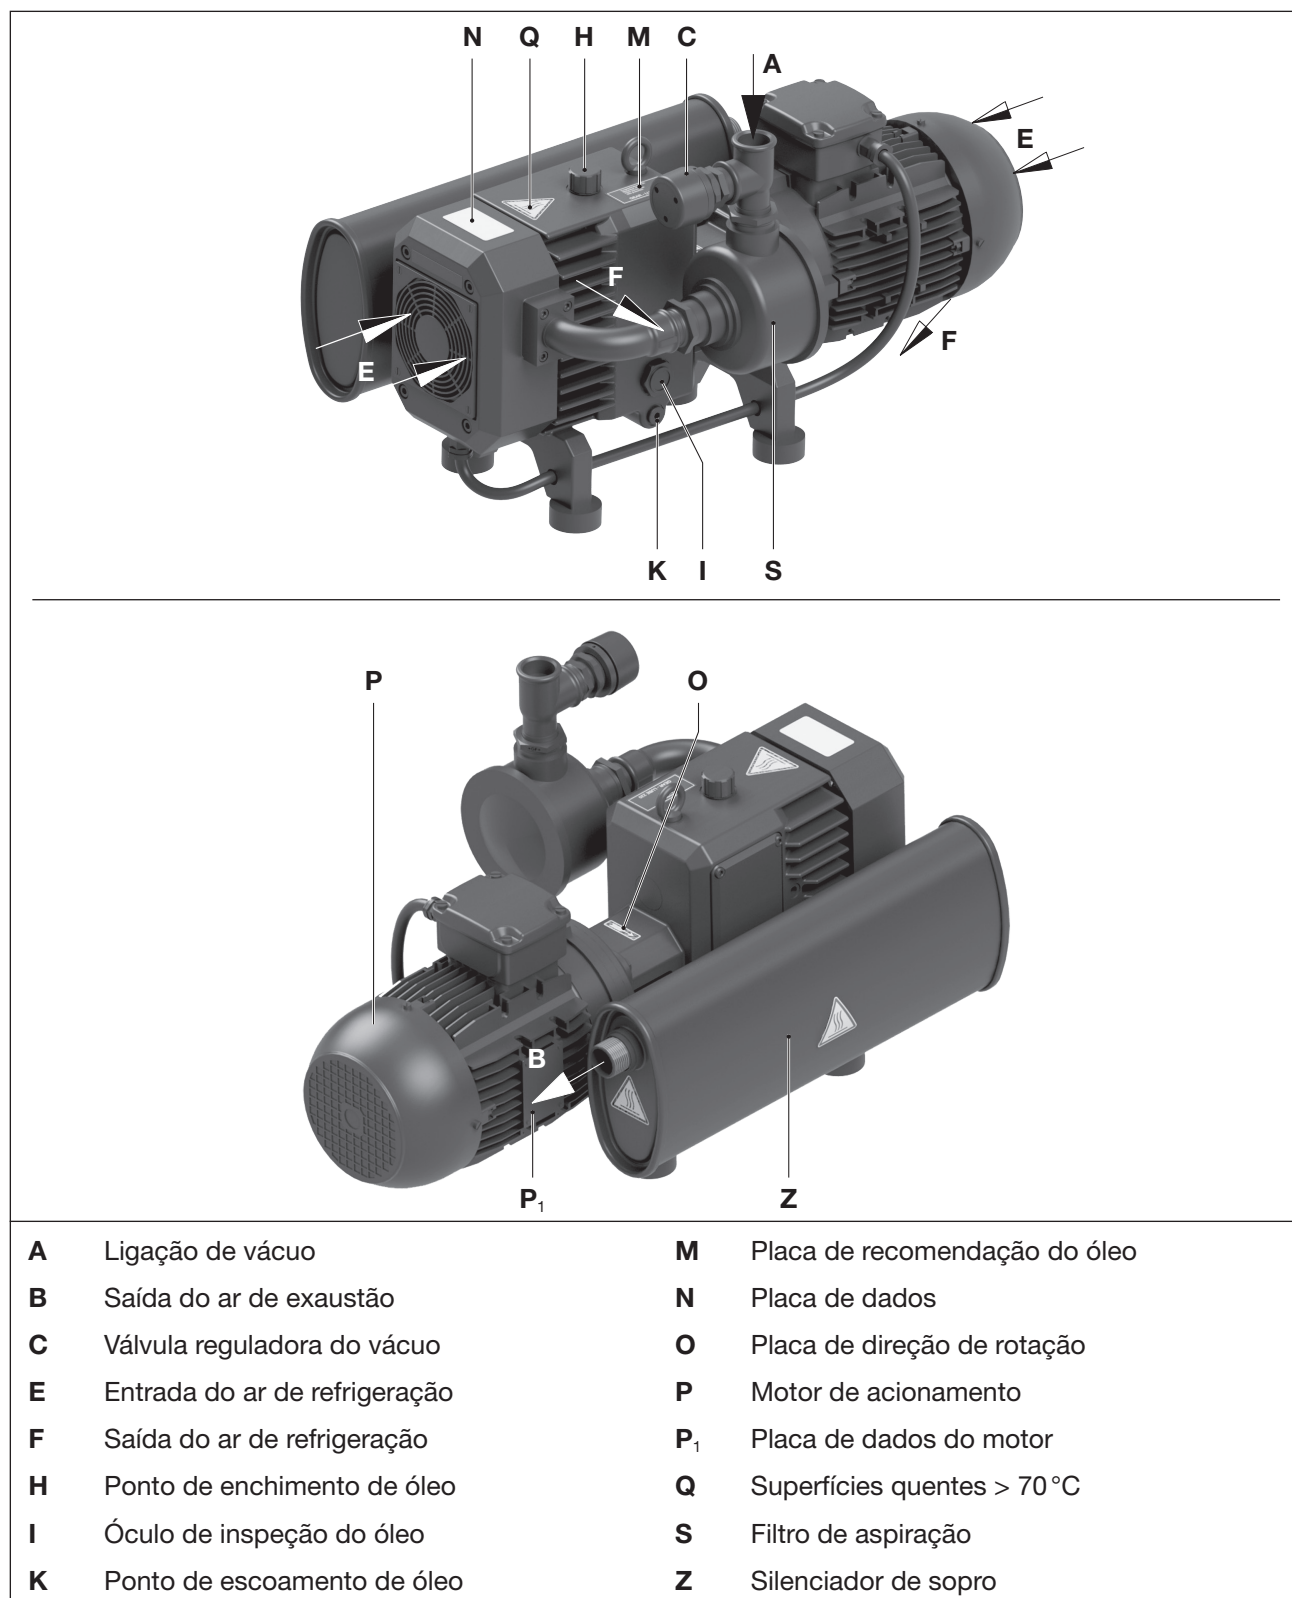
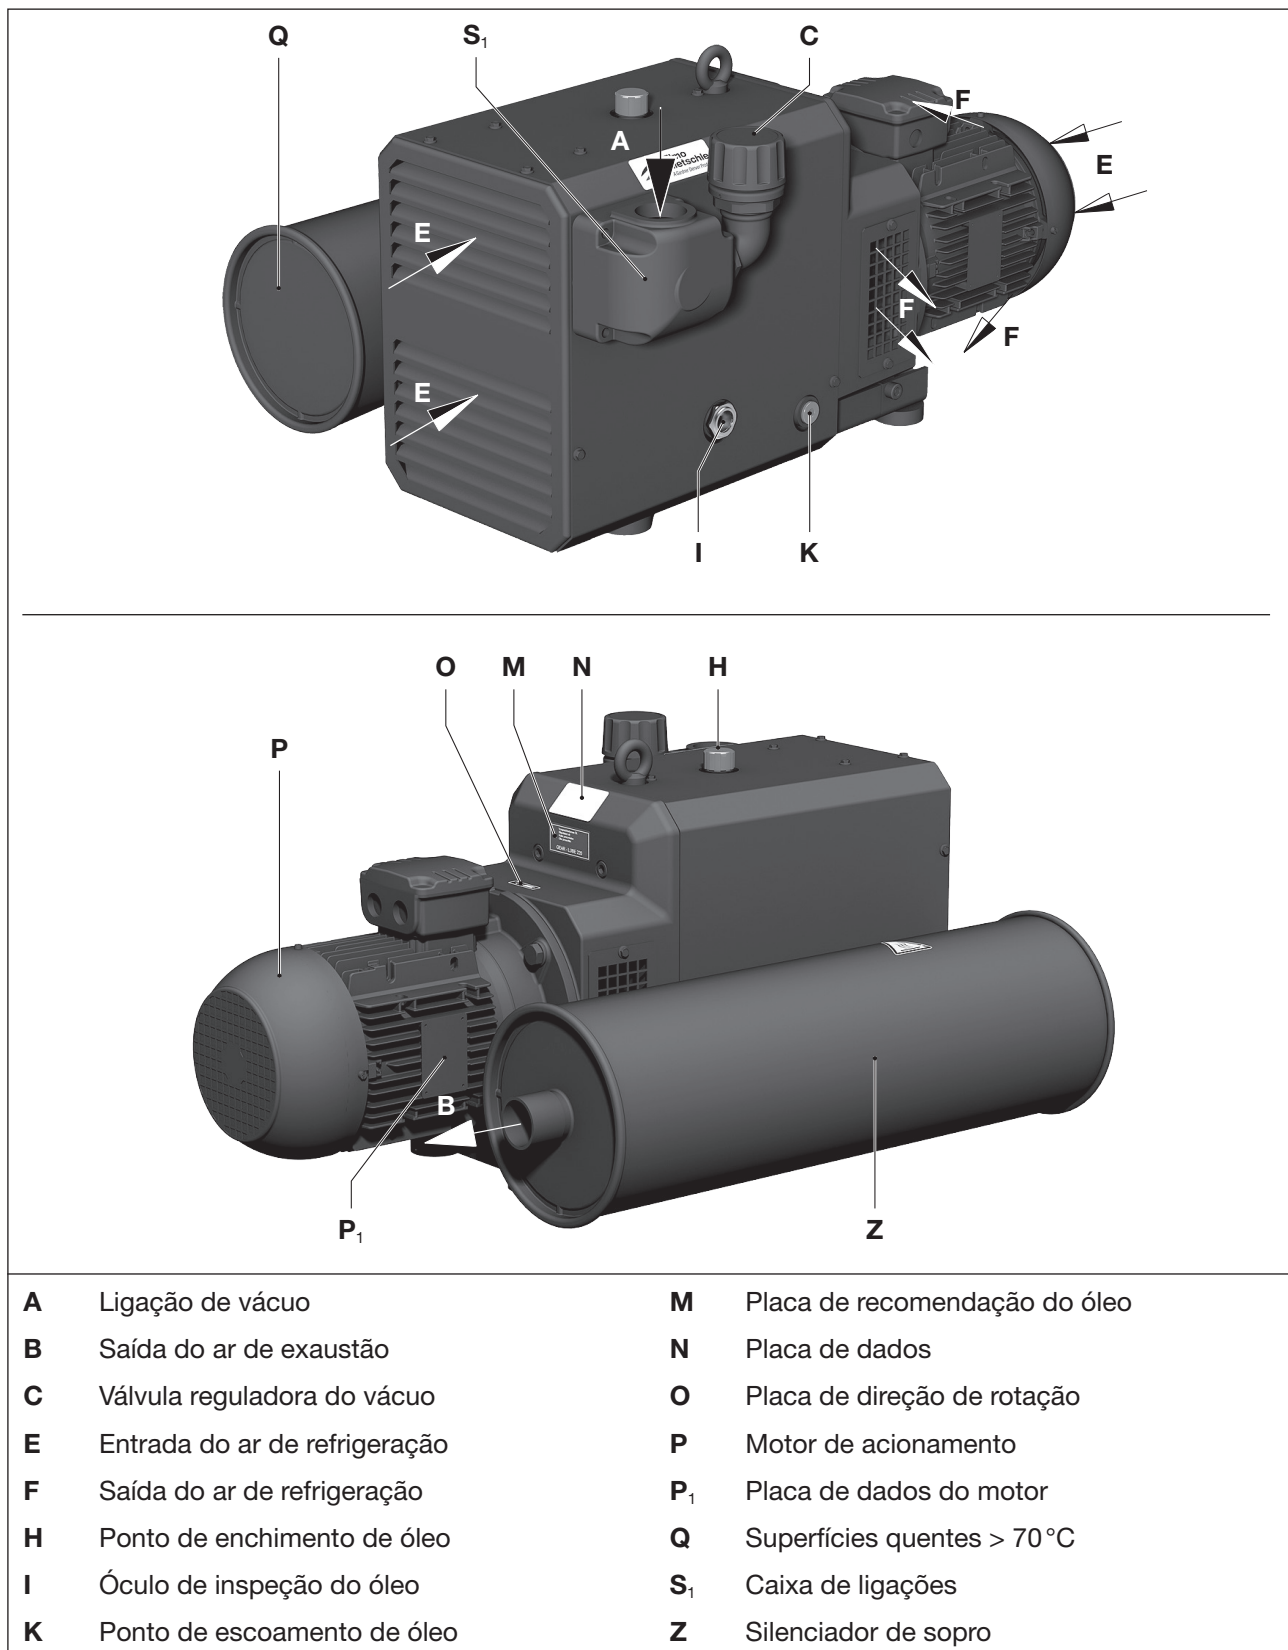
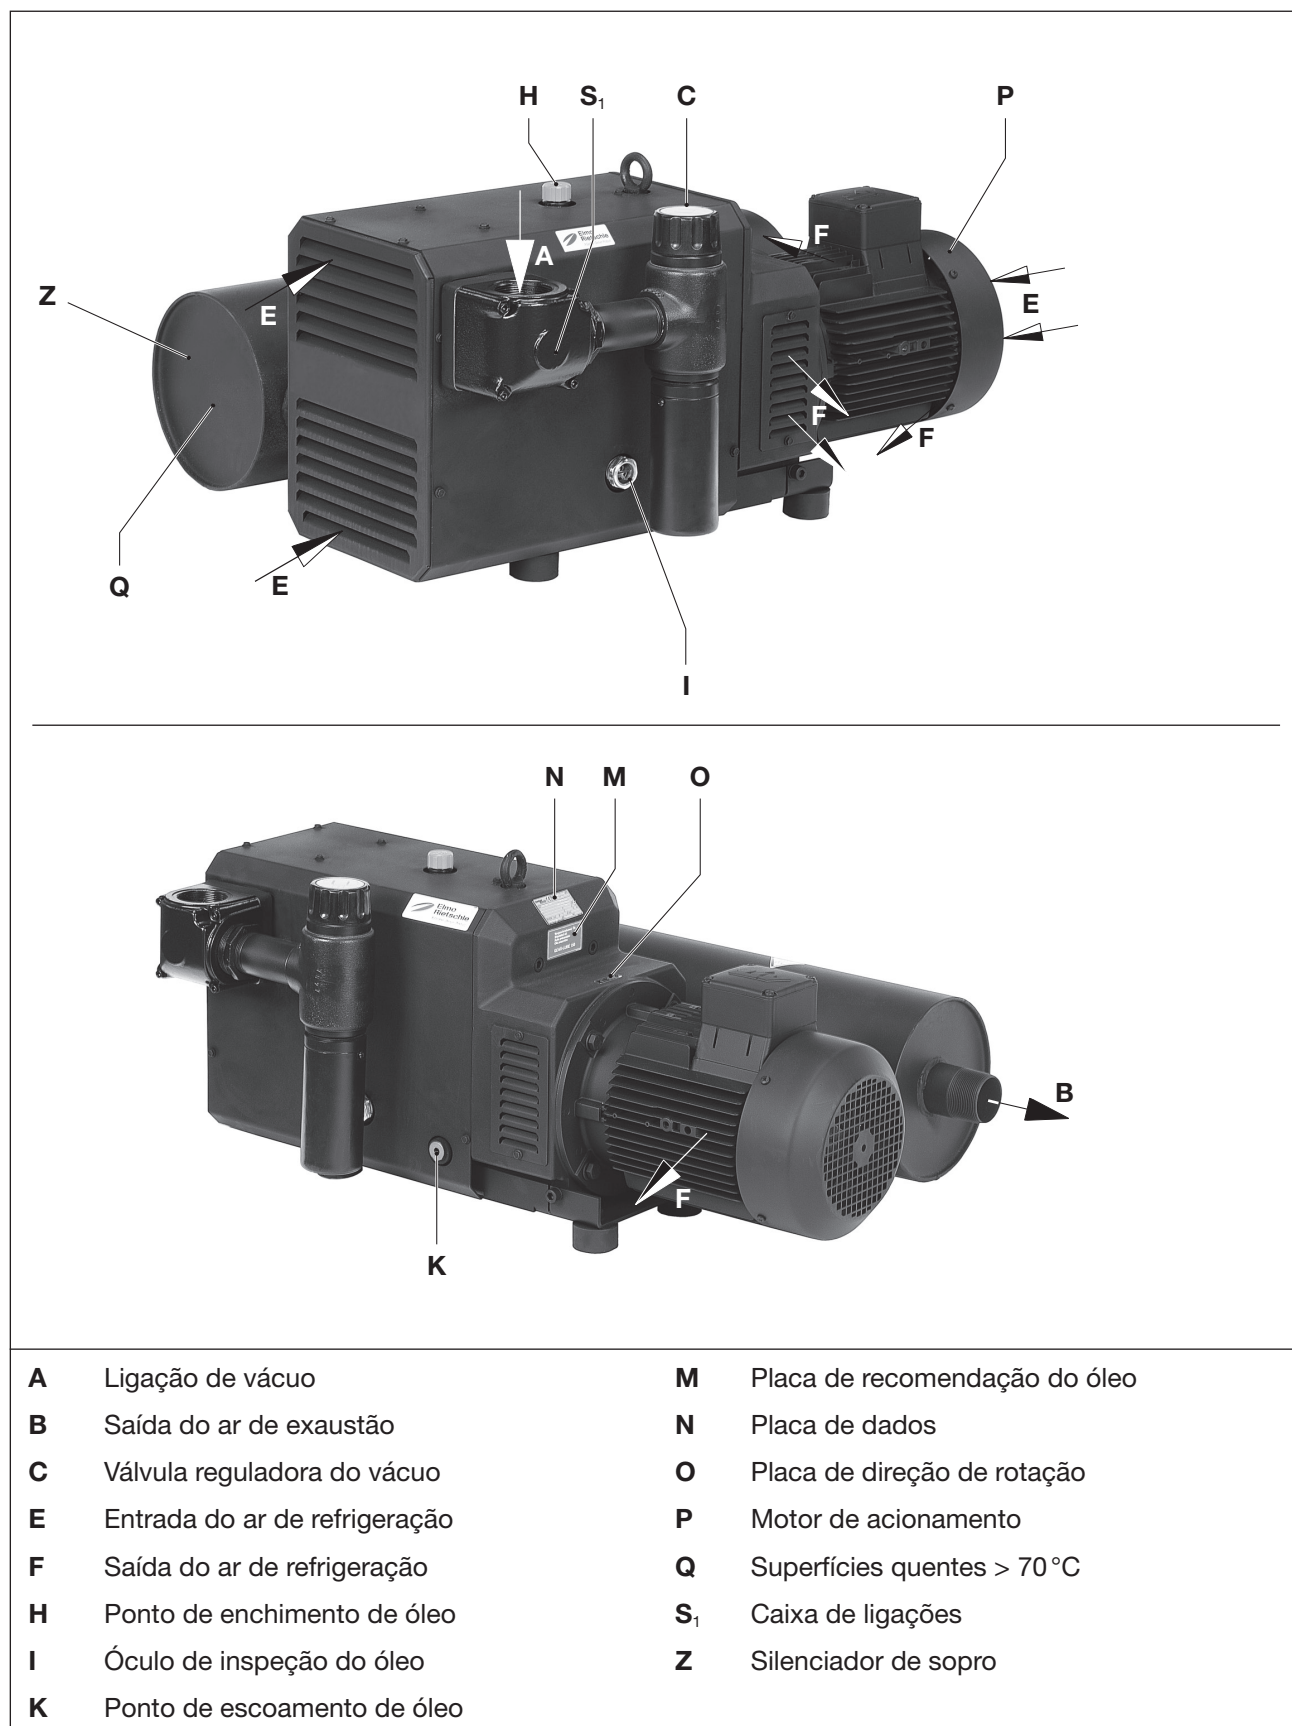

Fig. 2 Bomba de vácuo C-VLR 60
Fig. 3 Bomba de vácuo C-VLR 100 | 150
Fig. 4 Bomba de vácuo C-VLR 251
Uma válvula reguladora do vácuo (Fig. 2/C a Fig. 4/C) permite ajustar o vácuo desejado e serve simultaneamente de válvula limitadora.
- O ponto de enchimento de óleo (Fig. 2/H a Fig. 4/H), os óculos de inspeção do óleo (Fig. 2/I a Fig. 4/I) e os pontos de drenagem do óleo (Fig. 2/K a Fig. 4/K) devem ser de fácil acesso.
- Para os trabalhos de manutenção, há que prever **uma distância mínima de 40 cm** à frente do filtro de aspiração (Fig. 2/S) e da caixa de aspiração (Fig. 3/S₁, Fig. 4/S₁).
- Ligar a tubagem à ligação de vácuo (Fig. 2/A a Fig. 4/A).
- O ar aspirado pode ser extraído através da saída de ar (Fig. 2/B a Fig. 4/B) no silenciador de sopro (Fig. 2/Z a Fig. 4/Z) ou conduzido para o exterior através de mangueiras e tubos.
O ajuste do vácuo pode ser efetuado rodando o botão de regulação (Fig. 2/C a Fig. 4/C) de acordo com a placa de símbolos colocada no botão de rotação.